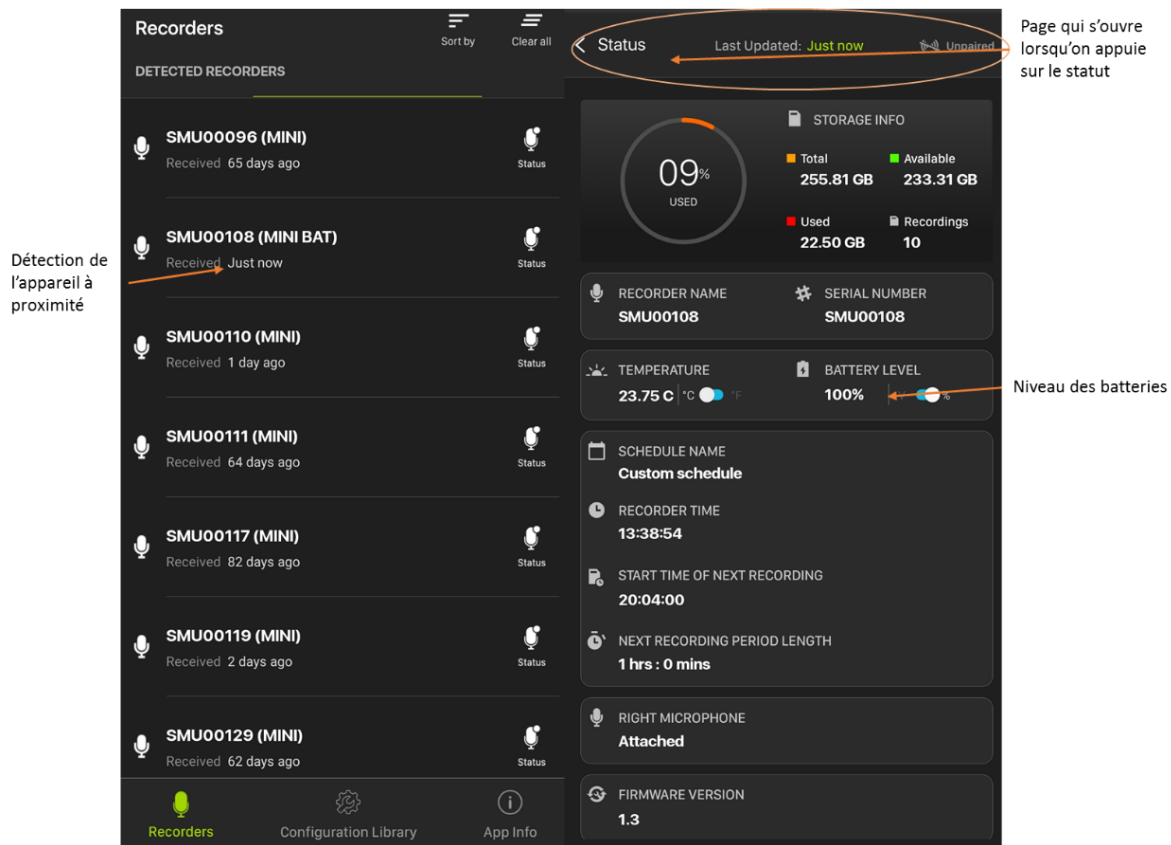

Figure 6. Fenêtres de l'application Song Meter Mini Bat Configurator pour la vérification du niveau des batteries © MELCCFP.
2. Ouvrir l'application Song Meter Mini Configurator. L'application détectera l'appareil qui se trouve à proximité et l'affichera, selon son numéro de série, dans l'onglet « Records ». Si vous avez plusieurs appareils, vous pourrez le différencier grâce à la petite inscription en dessous du numéro de série qui dira « Received Just now » ou en validant le numéro de série de l'appareil en question (figure 6).
4. Une fois repéré le bon appareil, appuyer sur l'icône « Statut ». Une fenêtre donnant l'information relative à cet appareil apparaîtra et permettra de vérifier l'état d'utilisation des batteries (figure 6).